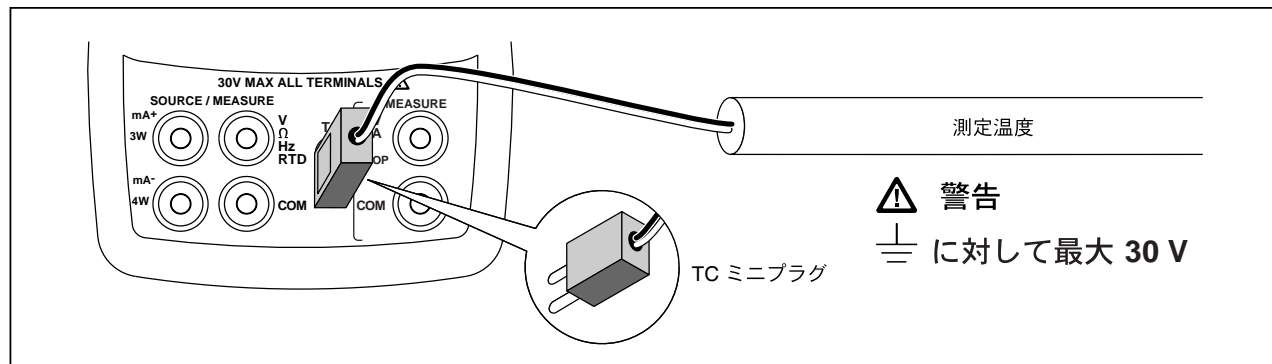

図 10. 熱電対を用いた温度測定
1. 熱電対のリードを適切な TC ミニプラグに取り付け、図 10 に示すように、TC 入力/出力端子に接続してください。一方のピンは他方のピンより幅広となっていますので、誤った極性で無理に押し込もうとしないでください。